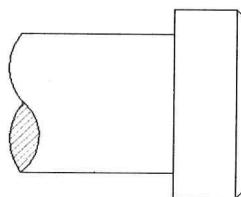
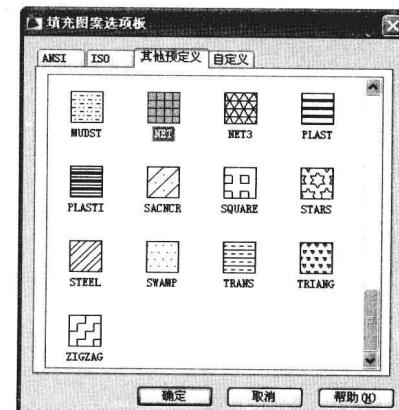

图 5-1-4
图 5-1-5
(3) 单击“添加：拾取点”按钮 ④ ，暂时关闭对话框，在曲线区域内单击。单击点称为内部点。如果有多个需填充的区域，可以依次单击，按 Enter 键，确定选择的填充区域。
(4) 在“图案填充和渐变色”对话框中，单击“确定”按钮，图案被填充在所选区域内，如图 5-1-4 所示。
(5) 单击“图案填充”按钮 ⑤ ，打开“图案填充和渐变色”对话框，单击“添加：拾取点”按钮 ④ ，在要填充的矩形区域内单击，按 Enter 键，确定选择的填充区域。
(6) 单击图案名称右侧的“浏览”按钮 ⑥ ，打开“填充图案选项板”对话框，单击“其他预定义”选项卡，单击图案名称 NET，单击“确定”按钮，如图 5-1-5 所示。